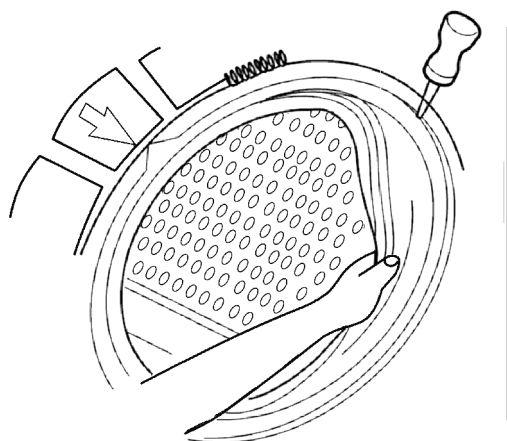

图3-52 拆下密封圈
3) 最后拆下桶密封圈卡簧,即可用手拔出密封圈,如图3-52所示。
注意:图3-52中的箭头表示密封圈上方位置,重装密封圈时必须使密封圈的排水洞在下方。